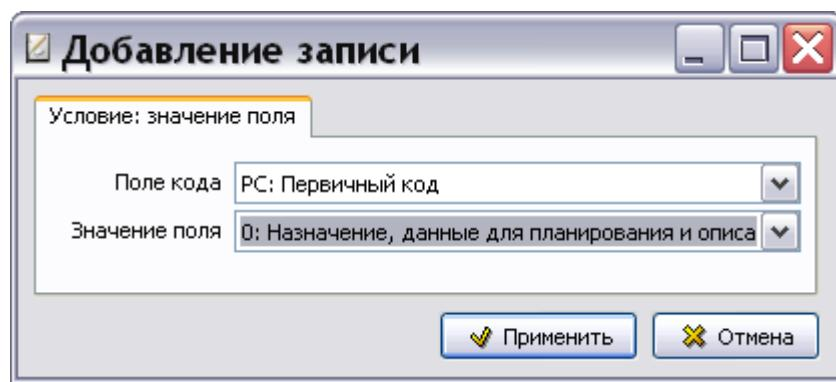

Рис. 2.40
5. В диалоговом окне **Добавление записи** для условия: значения поля в окошке **Поле кода** из выпадающего списка выберите «PC: Первичный код». В окошке **Значение поля** из выпадающего списка выберите фиксированное значение поля «0: Назначение, данные для планирования и описание» (Рис. 2.40).